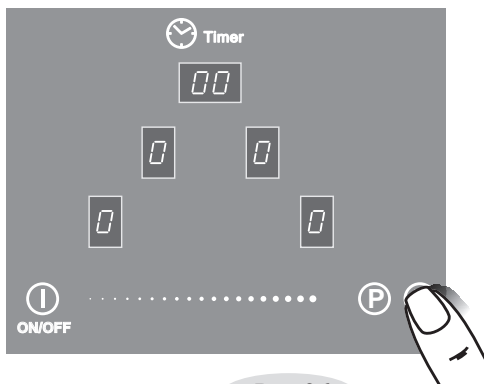

Рис.26
Функция «пауза» позволяет временно останавливать процесс приготовления пищи, сохраняя все установки. Для этого необходимо коснуться зоны ⑦ (рис. 26), звучит звуковой сигнал, загорится точка.